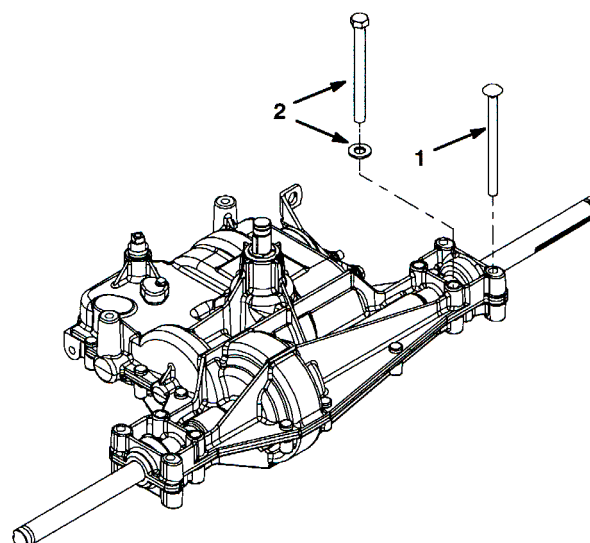

図2
4. 外したボルトに代えて 5/16 x 4-1/2 in キャリッジ・ボルト 2本を取り付ける (図2)。
5. 各トランスアクスルの端部にある未使用の後部取り付け穴に 3/8 x 4 in キャップスクリュと 0.406 x 0.813 ワッシャを取り付ける (図2)。